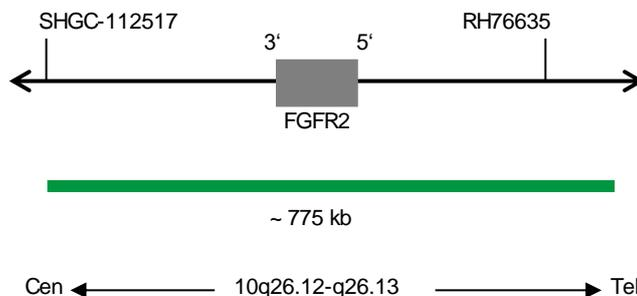

Fig. 1: SPEC FGFR2 Mappa della sonda (non in scala)
- Polinucleotidi (~10 ng/μl) marcati con ZyGreen (eccitazione 503 nm/emissione 528 nm), le cui sequenze target mappano in 10q26.12-q26.13* (chr10:122,908,224-123,682,373) che ospitano la regione del gene FGFR2 (vedere Fig. 1).